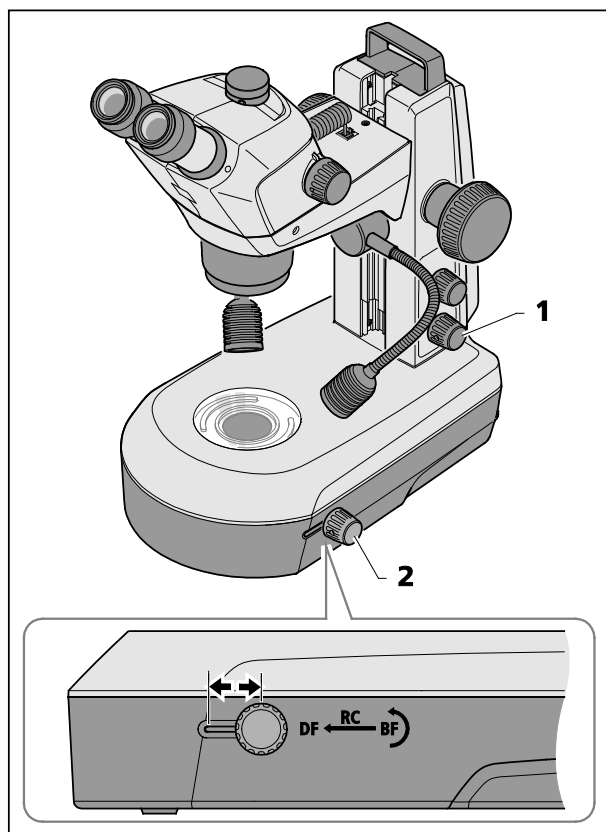

图 26 K LAB 镜臂型透视光单元
- 通过按压下方旋钮 (图 26/1) 打开透射光。
- 将旋钮/推钮(图 26/2)推到后端位置，来设置亮场 (BF)。
- 通过旋转旋钮/推钮(图 26/2)，切换透明或散射镜面以及调整倾斜角。
- 将旋钮/推钮(图 26/2)推到前端位置，切换到暗场照射 (DF)。
将旋钮/推钮(图 26/2)推到中间位置，并倾斜镜面从而产生斜射光效果 (RC)，特别适合观察无色物体的结构。